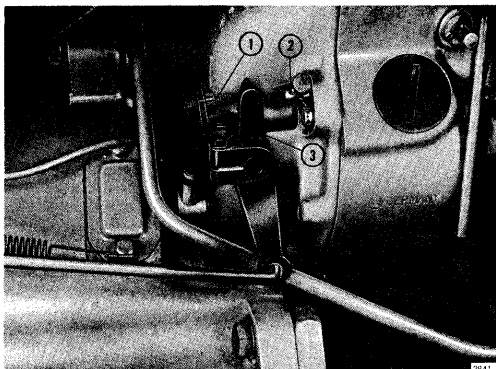
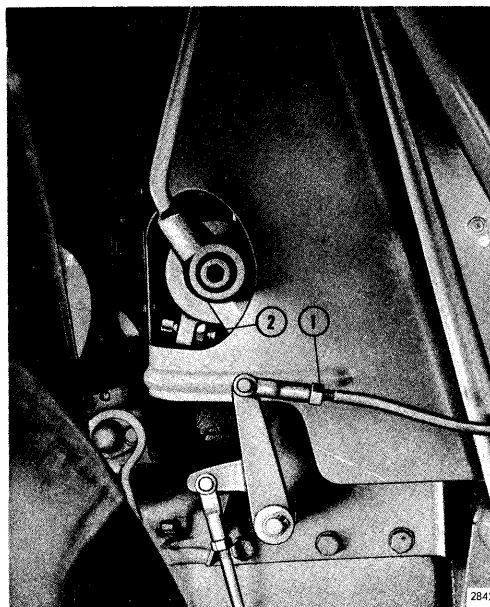

Fig. 21. Justerskruer for hastighed.
Fig. 22. Speederforbindelser.
2. Juster tomgangshastigheden (ubelastet) til 475-500 omdr./min., svarende til 171-180 omdr./min. på kraftudtagsakslen. Justeringen foretages på skruen (1) fig. 21.
3. Ved fuld "fodgas" skal hastigheden for den ubelastede motor ligge mellem 1910 og 1935 omdr./min., svarende til 688-698 omdr./min. på kraftudtaget. Er hastigheden for lav, må man se efter om regulatorarmen (3) fig. 21, går mod stopskruen (2). Er dette ikke tilfældet, må man forlænge forbindelsesstangen ved (1) i fig. 22. Er hastigheden stadig for lav, må den justeres på stopskruen (2) fig. 21, dog må denne ikke skrues så langt ind, at regulatorarmen ikke har fuld kontakt med den. Er hastigheden for høj, skrues stopskruen udefter, til korrekt hastighed er nået. Juster også på speederforbindelserne, således at gaspedalen går i bund samtidig med at regulatorarmen går mod stopskruen. Plomber stopskruen.
4. Justering af håndreguleringen foretages med skruen (2) fig. 22. Motorens hastighed i ubelastet stand skal da være 1660 til 1685 omdr./min., svarende til 599 til 608 omdr./min. på kraftudtaget.